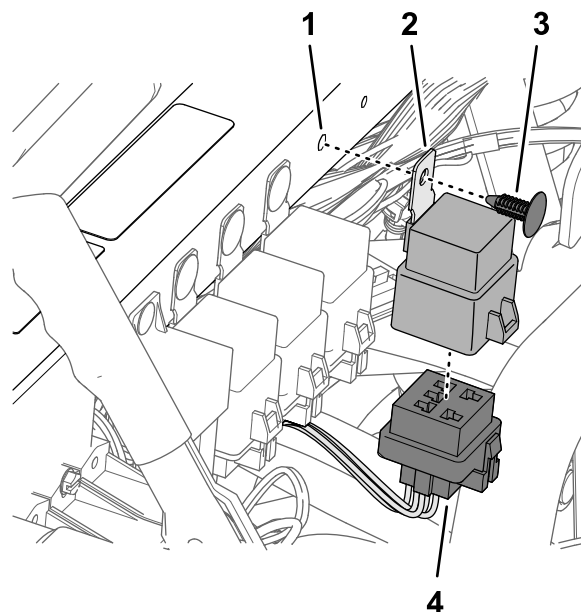

図 187
1. リレーの 5 ピンコネクタを、5 ソケットコネクタ 図 187 キットのワイヤハーネスのうちASC 10 ENABLE RELAYというラベルのついているものに接続する。
2. リレーの取り付けタブについている穴を、ショックサポートチューブの穴に合わせ、押し込みファスナーを使ってリレーをチューブに固定する 図 187。